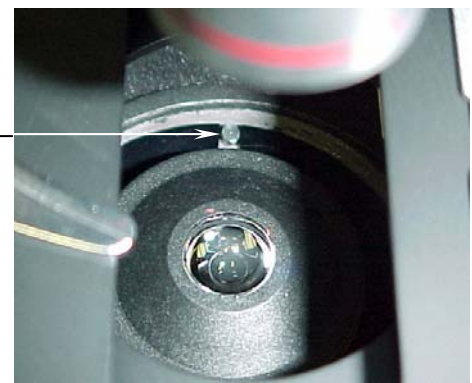

Fig. 3
- d. A continuación inserte el condensador en el soporte de forma que la ranura del aro del condensador coincida con el pivote posicionador (Fig. 3)